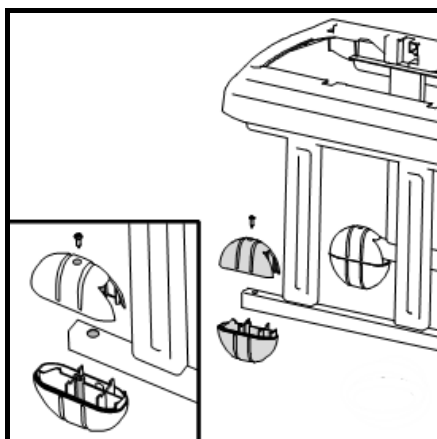

Fig. 5
4. Coloque as rodas dianteiras na estrutura da base com os dois parafusos. (Fig. 5)